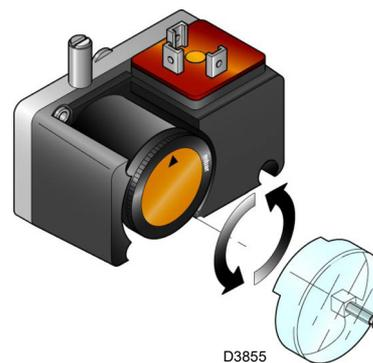

Abb. 33
- Regeln Sie den Druckwächter zur Kontrolle der Dichtheit (Kit PVP)(Abb. 33 auf Seite 32), wenn vorhanden, gemäß den dem Kit beiliegenden Anweisungen.
Regeln Sie den Druckwächter zur Kontrolle der Dichtheit (Kit PVP) (Abb. 33), wenn vorhanden, gemäß den dem Kit beiliegenden Anweisungen.